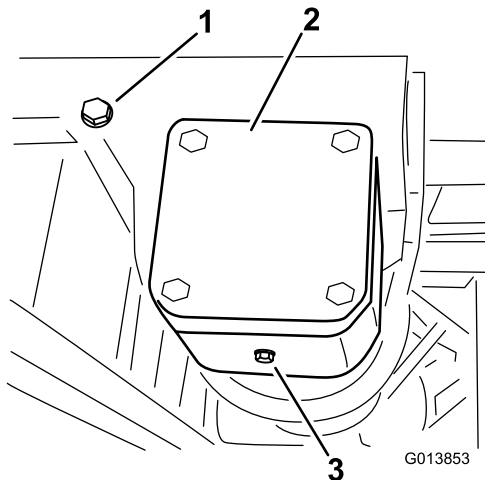

Bild 68
2. Stellen Sie eine Wanne unter die Ablassschraube am Pumpenantriebsgetriebekasten (Bild 68).
3. Entfernen Sie den Füllhöhenstopfen und die Ablassschraube (Bild 68), so dass das Öl in die Wanne abläuft.